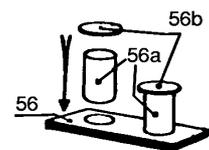

Abbildung 13
**Bauteilgruppe 56** (zehn Poller, 56 – 56b), auf Bogen 2a, Abbildung 13